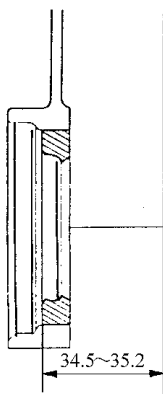

图 2-84 测量正时链壳体表面与油封的距离
2) 如图 2-84 所示，测量正时链壳体表面与油封的距离。油封安装高度：34.5~35.2mm。